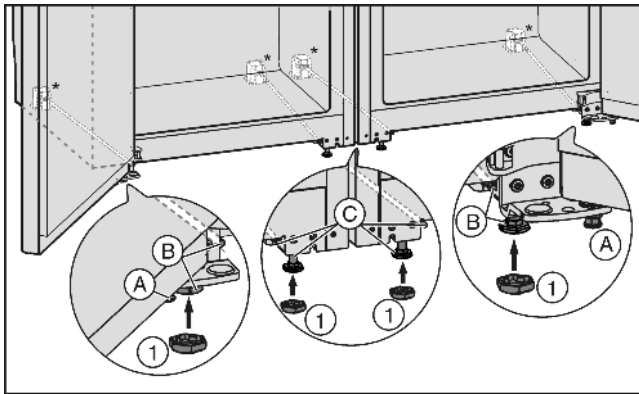

Fig. 4
- ▶ 必要时在两个设备前将垫脚 Fig. 4 (A) 完全转入，这样就不会接触地板。
- ▶ 将套子 Fig. 4 (1) 放在前面四个垫脚上。
▶ 旋入中间的垫脚 Fig. 4 (C)，以便能够不接触地板。
▶ 通过外垫脚 Fig. 4 (B) 校准组合。
- ▶ 再次降低中间的垫脚 Fig. 4 (C)，直至其接触到地板。
- ▶ 然后支撑门：降低托架上的垫脚 Fig. 4 (A)，直到垫脚平置于地板，然后继续旋转 90°。